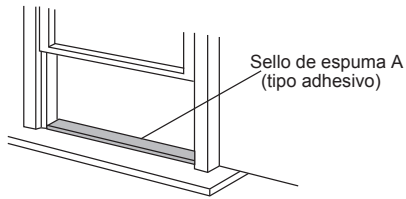

Fig. 8
1. Corte el sello de espuma (tipo adhesivo) a la longitud adecuada y adjúntelo a la repisa de la ventana. Fig. 8